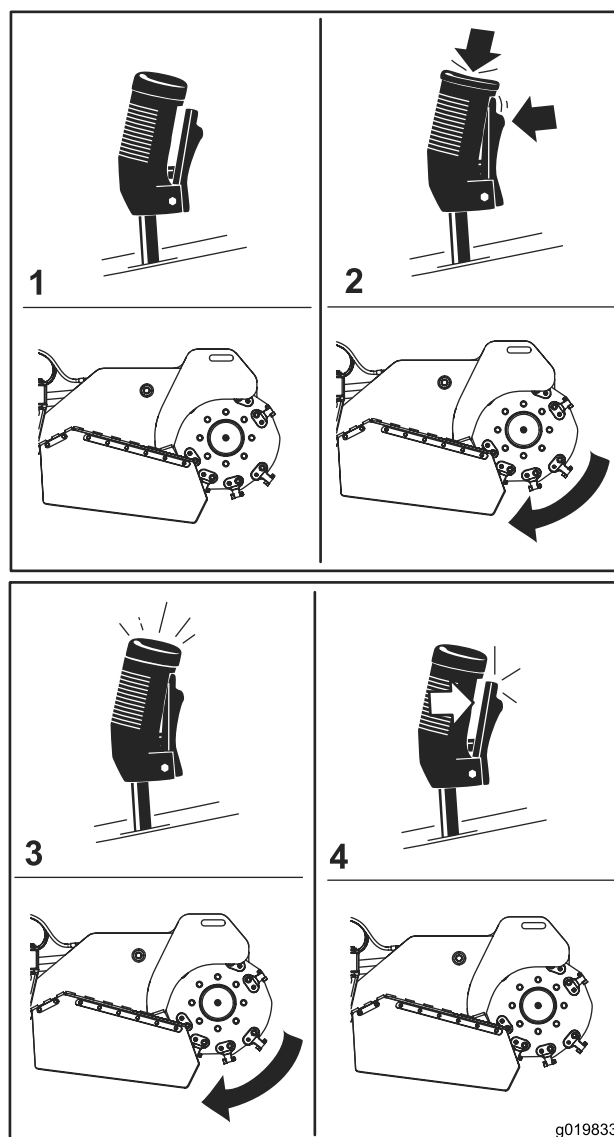

Figura 13
- Per avviare la tranciatrice (Figura 13), premete il pulsante rosso in alto sulla leva e premete il dispositivo di azionamento. Avviata la tranciatrice, rilasciate il pulsante rosso.
- Per arrestare la tranciatrice (Figura 13), rilasciate il dispositivo di azionamento per più di mezzo secondo.